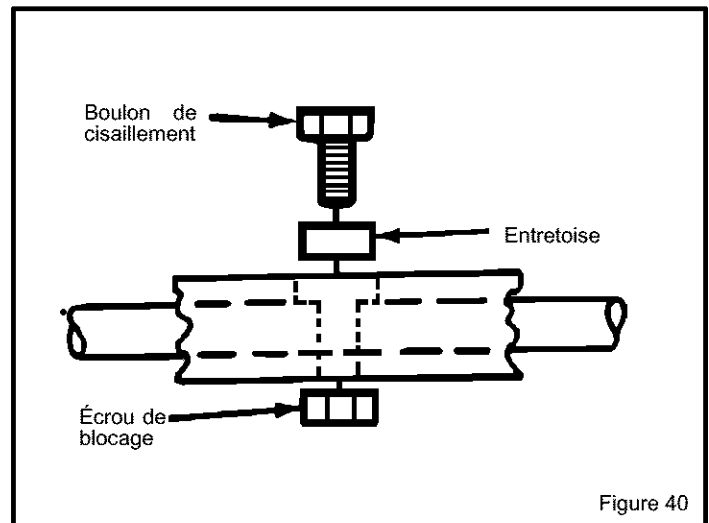

Figure 40
3. Centrer le trou de la vis sans fin avec celui de son arbre. Monter la goupille de cisaillement, l'entretoise, et l'écrou de blocage. (Voir Figure 40).